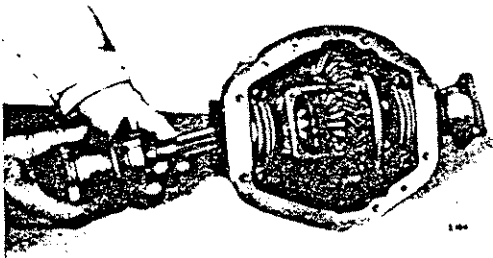

Abb.57 Ausbau der inneren Achswelle
Für den Ausbau der inneren Achswellen, (34) die vier Bolzen (Abb.56) und Federscheiben von den Lager-Spannringen (26) entfernen und die Wellen (Abb.57) herausziehen. Die Mutter (30) und die Unterlegscheibe (29) entfernen sowie den Flansch (28), siehe Abb.58, abziehen.